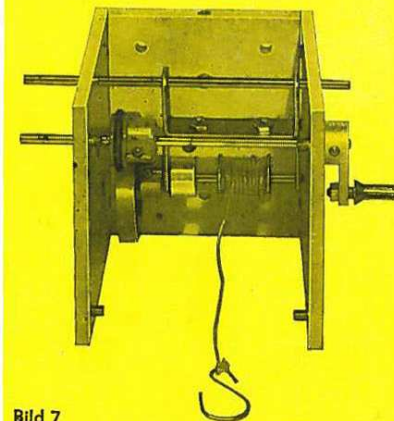

Bild 7
- 4.4. Montiere nach Bild 7 weiter!